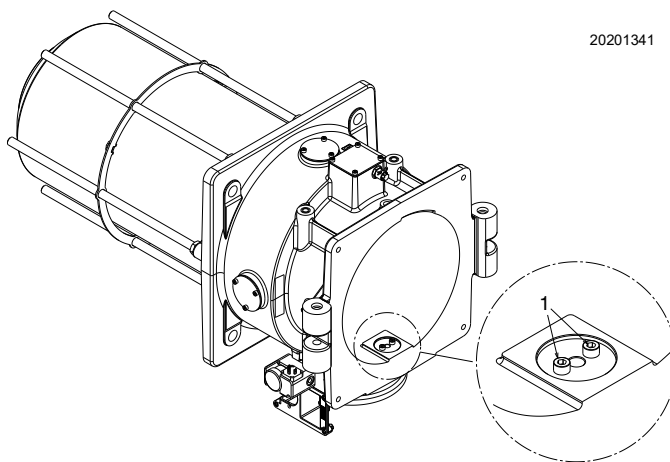

Fig. 22
L'impostazione di fabbrica per il gas centrale è con i seguenti fori di passaggio (Fig. 22).
- rimuovere o aggiungere una o più viti 1) (Fig. 22) nel seguente modo: